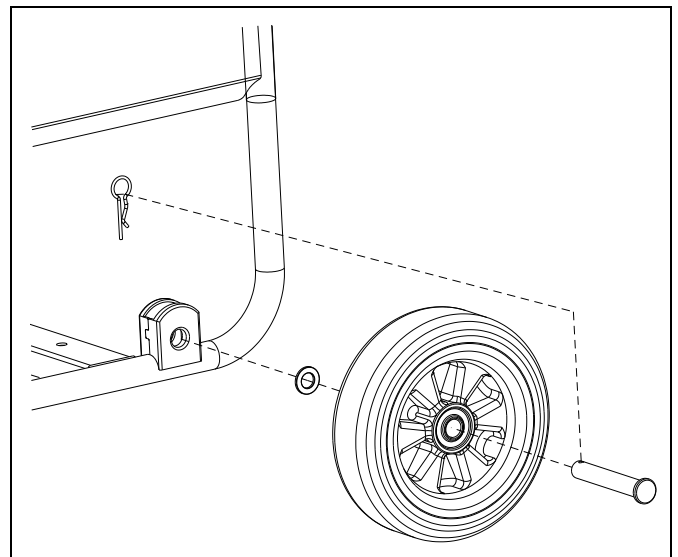

Figura 4-3. Fijación de las ruedas
3. Fijación de las ruedas (Figura 4-3.).